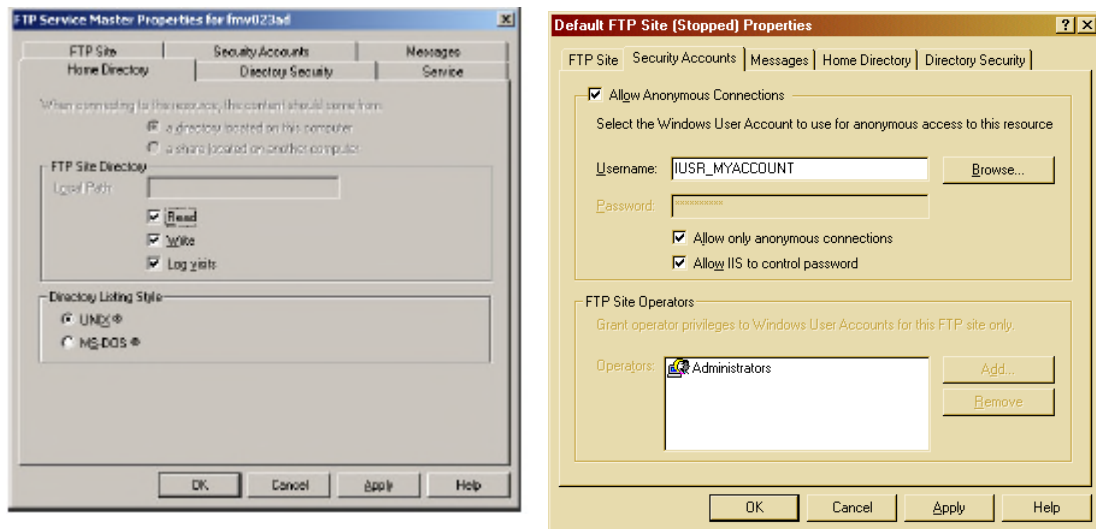

Fig. 3.1.8
- 11- Se si desidera impostare una password e un nome d'utente per il CNC, disattivare l'opzione, premere il pulsante "Allow only anonymous connections" nella scheda "Security accounts" e specificare il nome d'utente e la password nei rispettivi spazi. (Fig. 3.1.8)